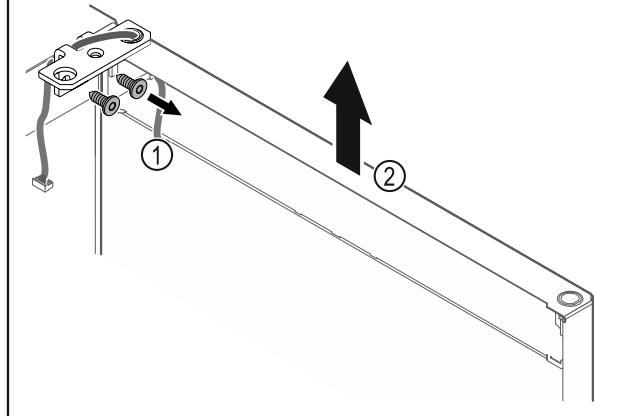

Fig. 19
► Развинтете Ѹгъла на пантата Fig. 19 (1).
► Повдигнете вратата заедно с Ѹгъла на пантата Fig. 19 (2) приблизително 200 mm право нагоре и я свалете.